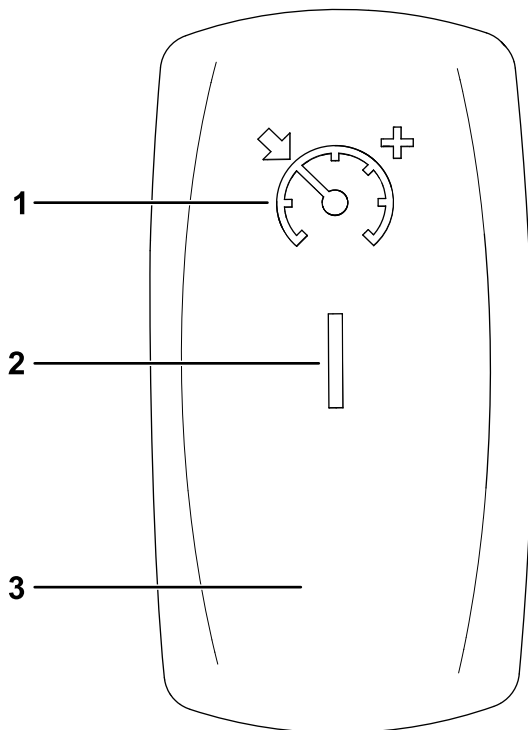

Figura 46
1. Spostate l'interruttore del controllo della trazione in posizione di ACCENSIONE (Figura 46).
2. Una volta raggiunta la velocità di guida desiderata, premete l'interruttore di controllo della trazione verso l'alto per attivare/impostare il controllo della trazione (Figura 46).
Per aumentare la velocità del controllo della trazione, premete l'interruttore verso l'alto fino a raggiungere la velocità desiderata (Figura 46).
Per disattivare il controllo della trazione, premete il pulsante verso il basso, in posizione di SPEGNIMENTO (Figura 46).